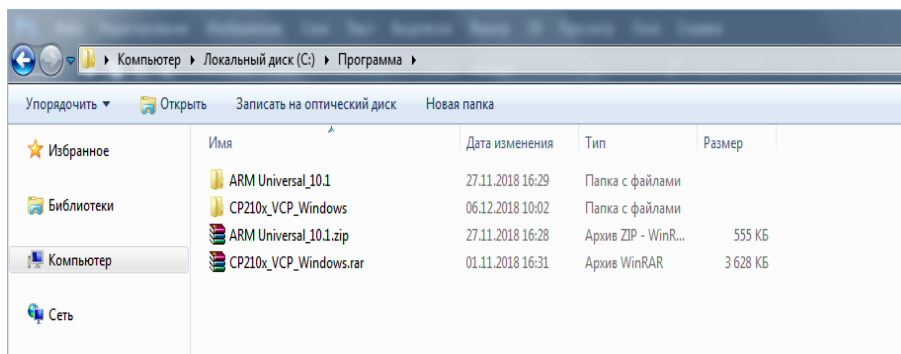

Рисунок 2.34 – Загруженное ПО
2. После загрузки необходимо разархивировать данные и будет получено две папки: с драйвером и программой (рис. 2.34).